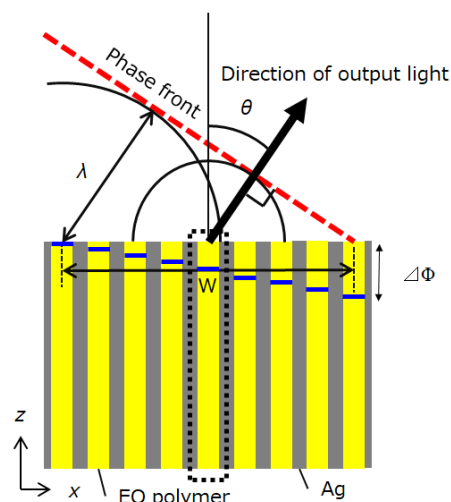

Fig.1 Structure of proposed optical steering device
Fig.1 に提案する光走査素子構造を示す。中央の四角の黒破線で囲んだ領域が Ag/EO ポリマー(屈折率 1.6)/Ag のプラズモニック位相変調器である。光走査素子は、この変調器を横方向へ N 本並べたアレー導波路で構成する。N 本の変調器電極 Ag-Ag 間に電圧を印加して EO ポリマーの屈折率を変化させることにより、アレー導波路出力端での光の等位相面を青色で示したように直線的に調整する。1 番目と N 番目の導波路全間隔幅 W の出力端での光位相差を $\Delta\Phi$ とすると、アレー導波路からの光出射方向の中心角 θ は、 $\theta \approx \sin^{-1}(\lambda\Delta\Phi / (2\pi W)) \cdots (1)$ となる。 λ は光波長である。例として $\lambda=1.55\mu\text{m}$, $W=2.6\mu\text{m}$, $\Delta\Phi=2\pi$ の場合、 $\theta \approx 36$ 度となる。 θ を大きく可変するには W 幅を狭くすることが有効である。本構造で θ を大きくできる理由は、プラズモニック導波路を利用しているため隣接する導波路間隔 Ag 幅 $d_{\text{Ag}} \approx 100\text{nm}$ 程度まで近づけても隣接する伝搬モード間の結合が無く各導波路内の伝搬モードの位相を独立に制御できるからである。